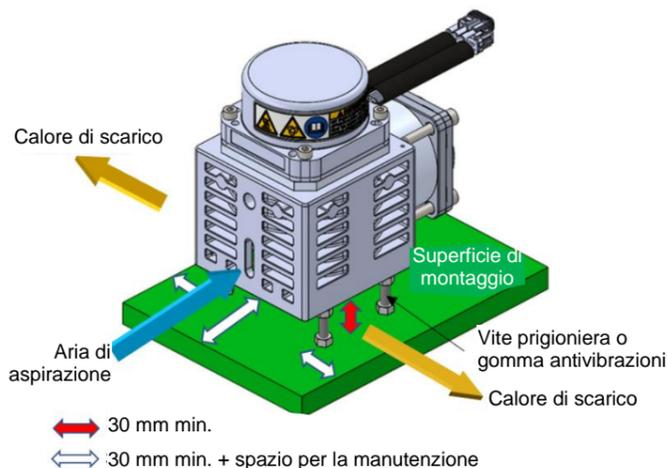

Figura 1.
- Utilizzare una gomma antivibrations se alla superficie incassata viene trasferita una grande quantità di vibrazioni. Vedi Figura 1. per riferimento.